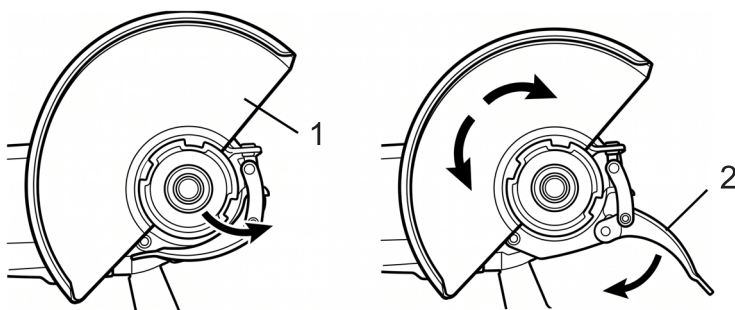

Рис. 8
Откройте рычаг блокировки кожуха (2) (Рис. 8).
Установите защитный кожух (1) (Рис. 8), совместив выступы на кожухе с пазами на корпусе редуктора. Поверните защитный кожух в нужное положение и зафиксируйте рычаг блокировки кожуха.